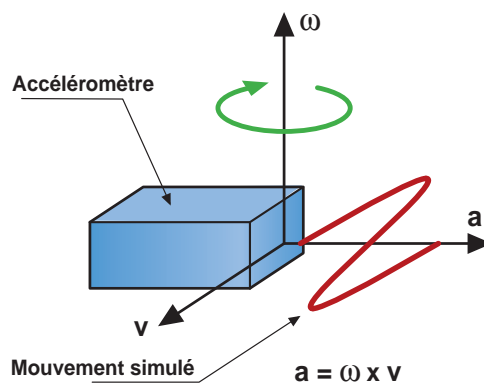

Figure 4. Principe du gyroscope vibratoire. (IMAR-Navigation)
- Le **gyroscope vibratoire** (Attention, ce « gyroscope » n'en est pas un, ce serait plutôt un « gyromètre » mesurant la vitesse angulaire !) est basé sur la loi de Coriolis en mécanique : un transducteur d'accélération mû à la vitesse v dans une direction orthogonale à son axe sensible subit une accélération lorsqu'il est soumis à une rotation autour du troisième axe spatial orthogonal à la vitesse de déplacement et à la direction sensible à l'accélération (**figure 4**). La vitesse est généralement appliquée sous forme d'oscillation harmonique par un oscillateur piézoélectrique ou un entraînement capacitif. Par rapport au gyroscope à fibre optique, le gyroscope vibratoire présente un bruit élevé, une dérive importante en fonction de la température (jusqu'à 3% sur la plage de température) et une erreur de facteur d'échelle clairement dépendante de la température accompagnée d'une faible largeur de bande. Il est couramment utilisé dans un grand nombre d'applications peu coûteuses où ces facteurs ne jouent pas un rôle critique.